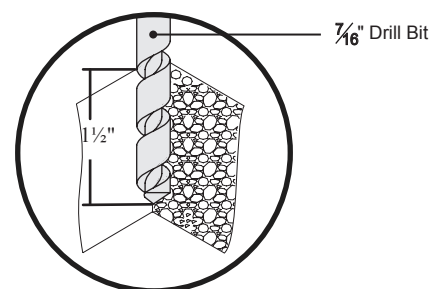

Figure 21. Le perçage des trous de montage
- 1 A chaque emplacement marqué, percer un trou 7/16" de 1 1/2 po de profondeur (Figure 21). Répétez cette étape pour les autres sites.